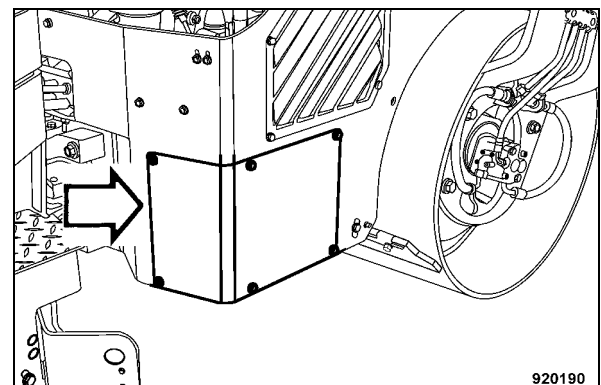

Fig. 153
- Déposer la trappe de recouvrement du caisson de la batterie (Fig. 153).